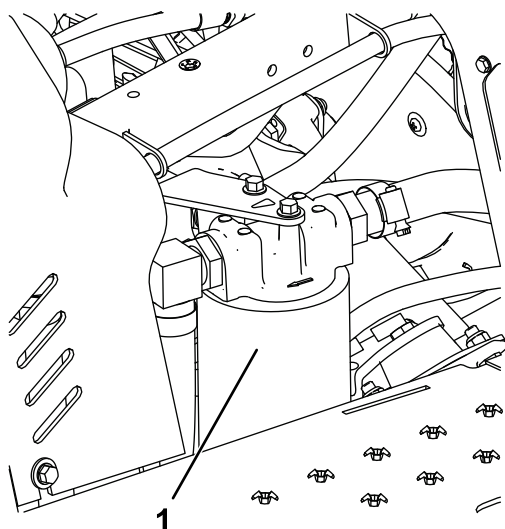

Figure 42
4. Placez un bac de vidange sous le filtre hydraulique situé sur le côté gauche de la machine (Figure 42).
7. Installez le filtre hydraulique (Figure 42) neuf en le vissant à la main jusqu'à ce que le joint touche la tête du filtre, puis serrez-le encore de 3/4 de tour.